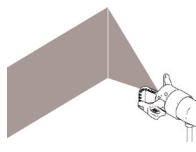

Fig. 3
3. Augmenter la pression du matériau (fig. 2) pour éliminer les stries dans le motif de pulvérisation (fig. 3).